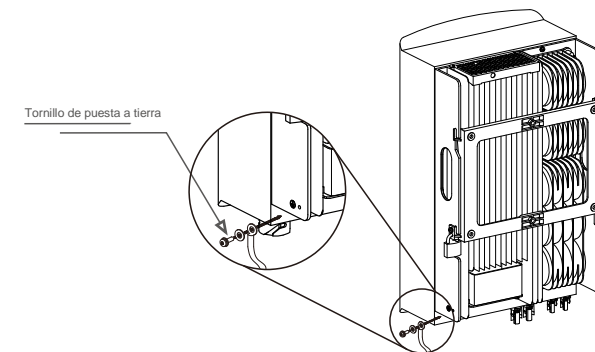

Figura 5.10 Cable fijo
- 6) Conecte el cable de conexión a tierra al punto de conexión a tierra del disipador de calor y apriete el tornillo de conexión a tierra. El par es de 3-4 nm (consulte la figura 5.10).